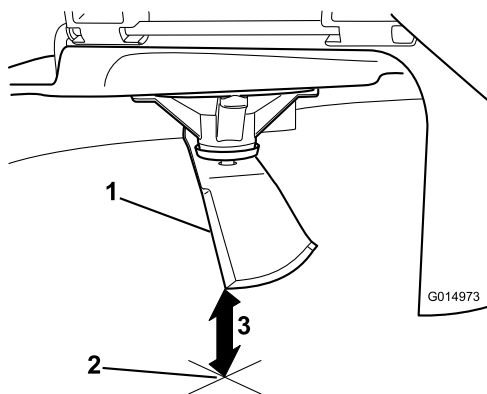

**Рисунок 61**
2. Используя толстые перчатки или другие подходящие средства защиты рук, медленно поверните нож в положение, позволяющее измерить расстояние от режущей кромки до уровня горизонтальной поверхности, на которой стоит машина (Рисунок 61).